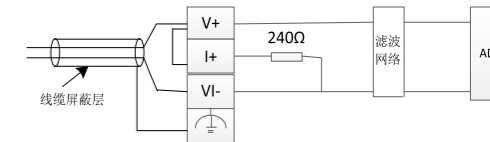

图 4-2 电流输入配线图
- 电流输入时，请短接 V+和 I+，如图 4-2 所示，注意不要超过电流输入量程。